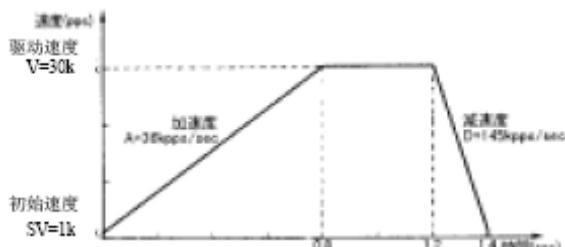
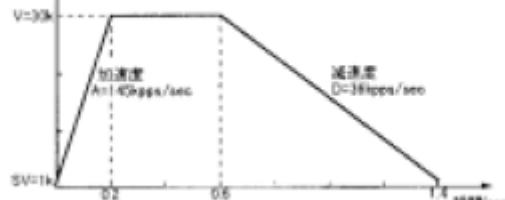

图 2.2.5 非对称直线加减速驱动(加速度<减速度)
图 2.2.6 非对称直线加减速驱动(加速度>减速度)
往垂直方向移动对象物时, 对对象物有重力加速度的负担, 所以在这样加速度和减速度不同的非对称直线加减速的定量驱动中, 最好变更上下移动的加速度和减速度。此 IC 可以运行自动减速, 事先不用设定手动减速点。图 2.2.5 是减速度比加速度大的例子, 图 2.2.6 是加速度比减速度大的例子。在这样的非对称的直线加减速中数据输出脉冲数 (P) 和各速度参数可以在 IC 内部计算减速开始点。
- 加速度>减速度(图 2.2.6)时, 加速度和减速度的比率有下述的条件。
- 加速度>减速度(图 2.2.6)时, 加速度 Acceleration 和减速度 Dcceleration 的比率越大拖延脉冲越多 (Acceleration/Dcceleration=10 倍时, 最大 10 脉冲左右。为了改善拖延脉冲问题, ①增加初始速度, ②在加速计数器偏移上设定负数值。